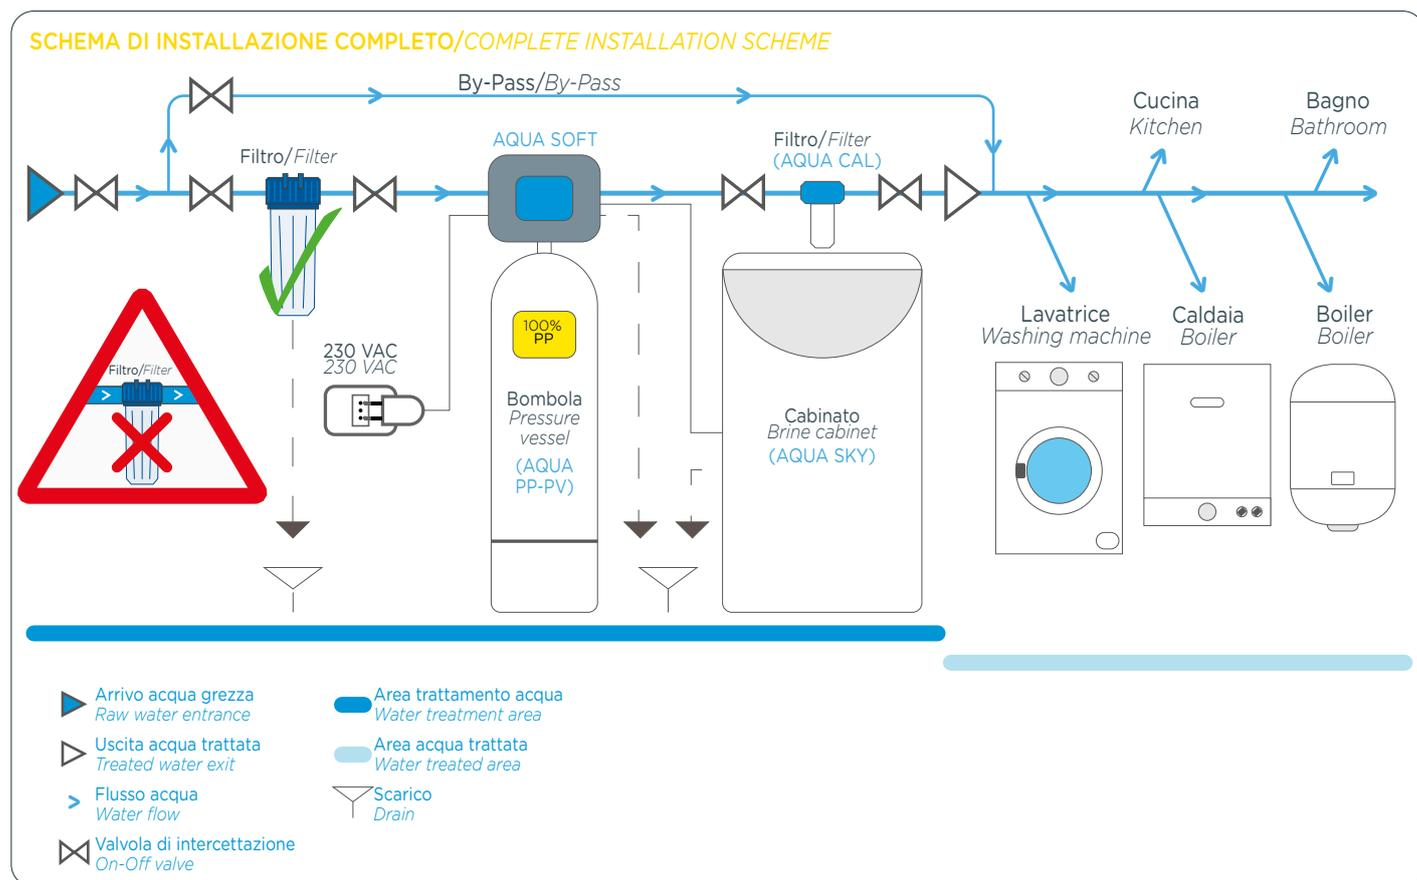

Fig.4
- È necessario durante l'installazione prevedere un sistema di By-Pass che consenta di isolare l'impianto durante le normali operazioni di manutenzione o in caso di rottura, mantenendo comunque possibile l'erogazione dell'acqua. È altresì consigliato installare un rubinetto di prelievo che permetta di verificare la qualità dell'acqua trattata. (fig. 4)
- *During installation, it is necessary to create a by-pass system that will allow cutting off the system during normal maintenance operations or in case of break-down, while at the same time keeping the water supply running. We also advise installing a faucet by which to check to quality of the water being treated. (Fig. 4)*